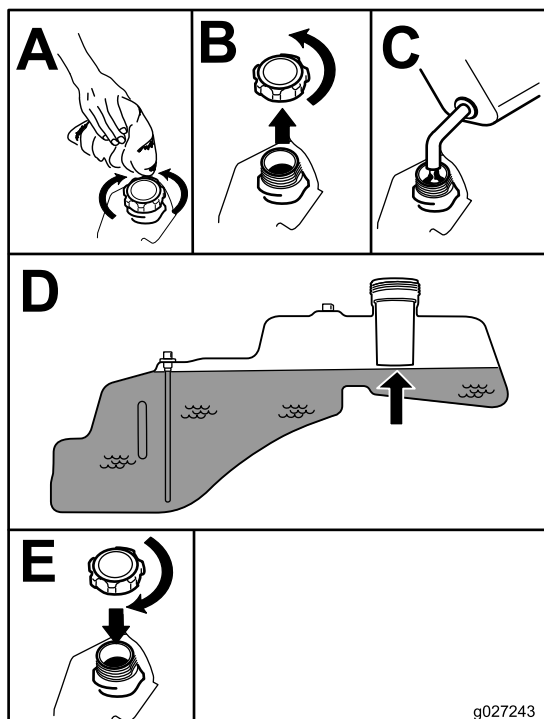

Bild 8
5. Füllen Sie den Kraftstofftank bis zur Unterseite des Füllstutzens (Bild 8).